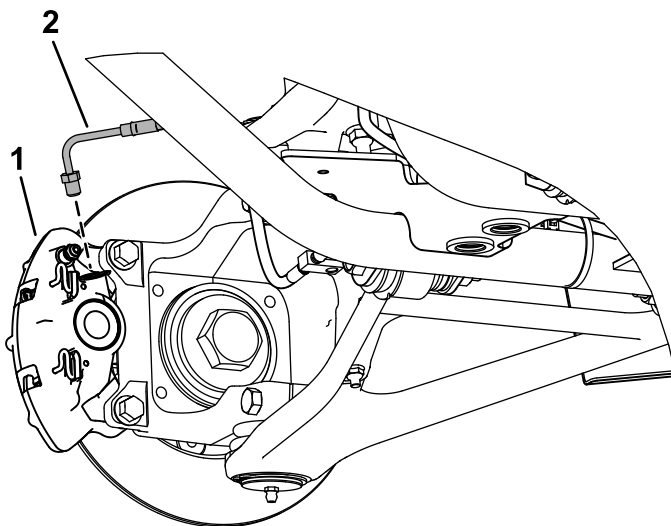

図 3
3. ブレーキキャリパアセンブリから前後のブレーキラインを外す 図 3。